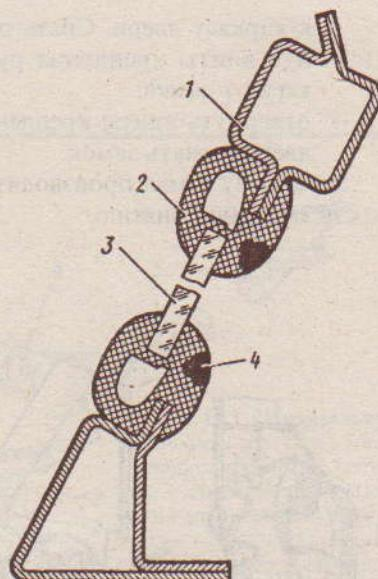

Рис. 10.4. Ветровое окно: 1 - каркас ветрового окна; 2 - уплотнитель; 3 - лобовое стекло; 4 - вкладыш
- ✓ вынуть из уплотнителя (рис. 10.4) вкладыши и осколки разрушенного стекла и снять уплотнитель;